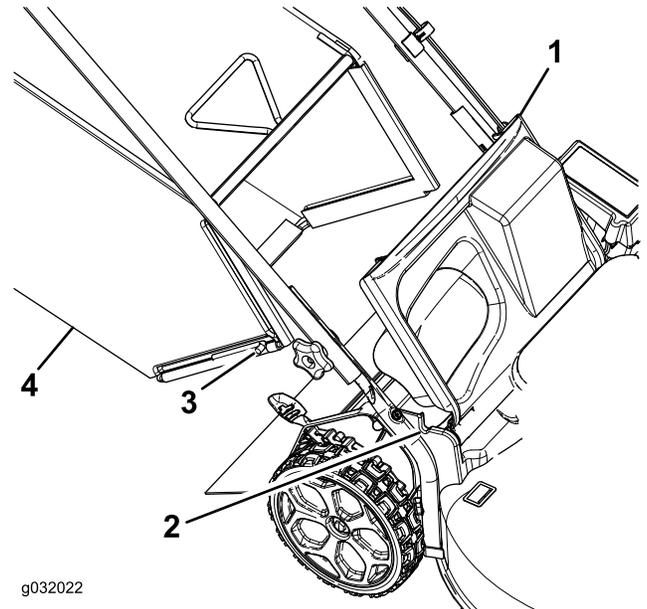

Figure 20
1. Soulevez le volet arrière (Figure 20).
2. Insérez les extrémités de la tige du bac à herbe dans les crans des supports du guidon (Figure 20).